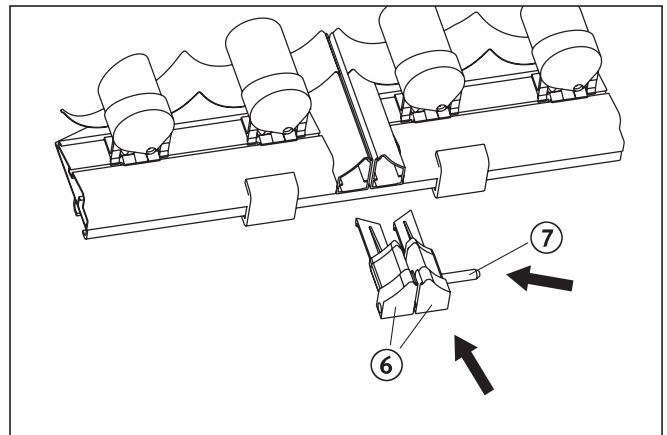

Abb. 8.4 Verbindungsstopfen einstecken
- Stecken Sie die Verbindungsstopfen rechts und links (Abb. 8.4, Pos. 6) in die Kollektorrahmenprofile ein. Treiben Sie den Metallstift (Pos. 7) mit einem Hammer seitlich in die Verbindungsstopfen ein.